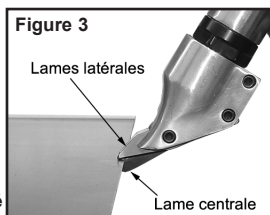

Figure 3
- Placer les lames latérales sur l'arête du côté supérieur de la pièce à travailler (voir la figure 3). **REMARQUE :** toujours lubrifier soigneusement les matériaux à couper. Utiliser une huile pour machines standard sur du métal et une huile minérale sur de l'aluminium.